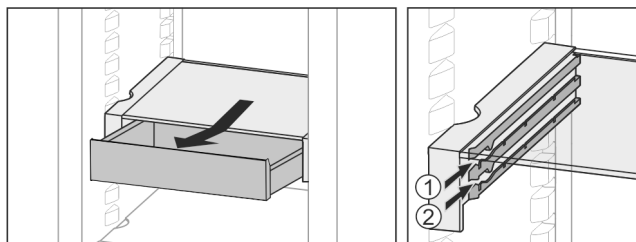

Fig. 27
- Inserire all'altezza desiderata Fig. 27 (1) o Fig. 27 (2).